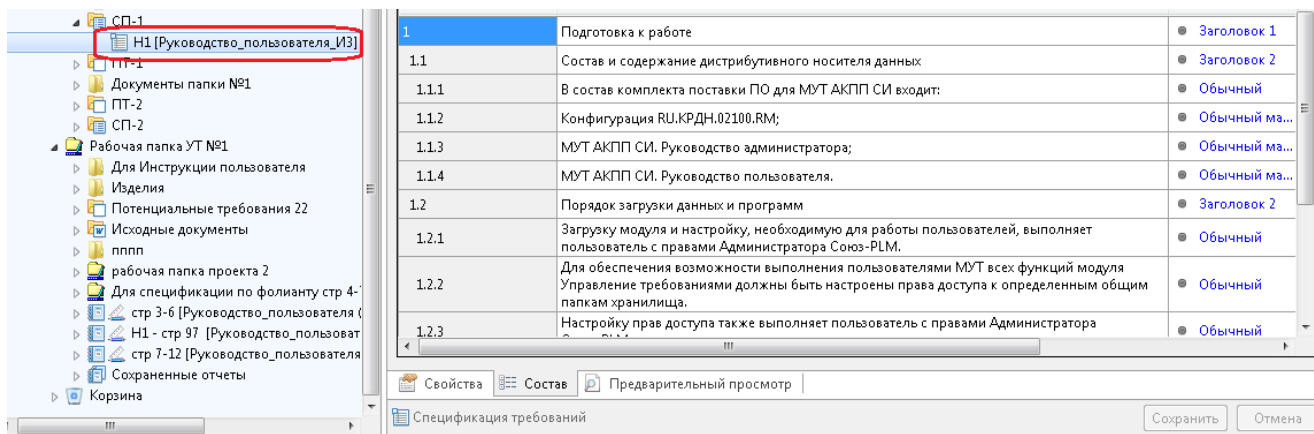

Рисунок 321 — Представленные тексты требований
6.7 проверить в окне «Спецификация требований» (Рисунок 321) заполненное поле «Папка» (СП-1);
На закладке «Состав» представлены тексты требований (Рисунок 321).